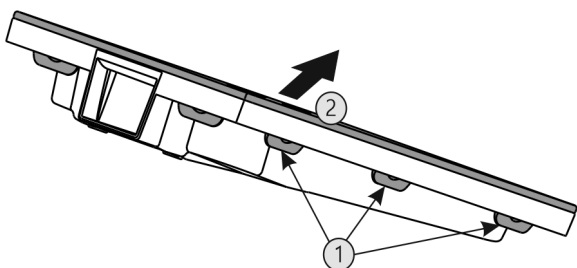

Fig. 58
- ▶ Postupne stlačte všetky spony Fig. 58 (1) a odoberte kryt Fig. 58 (2).